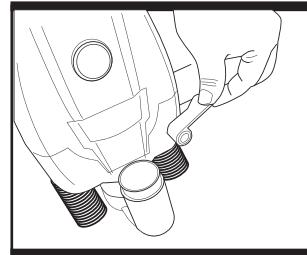
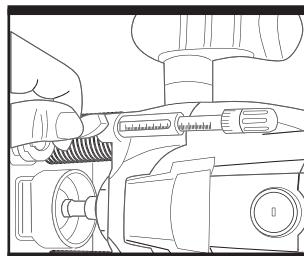

Fig. 5
Fig. 6
4. AJUSTE DE LA PROFUNDIDAD DE CORTE (Fig. 5 & Fig. 6)